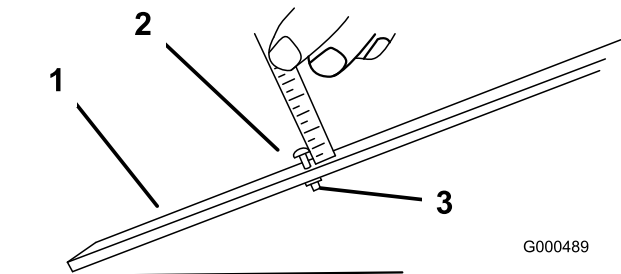

Figura 13
1. Allentate il dado sulla barra di misura e posizionate la vite di regolazione all'altezza di taglio opportuna (**Figura 13**).